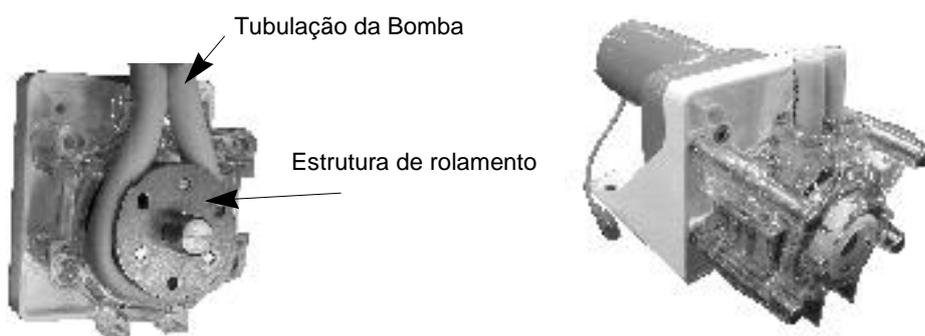

Figura 16. Estrutura da Bomba
3. Remova **APENAS** a metade posterior do corpo da bomba para revelar a tubulação da bomba e os rolamentos (Ver Figura 16.).